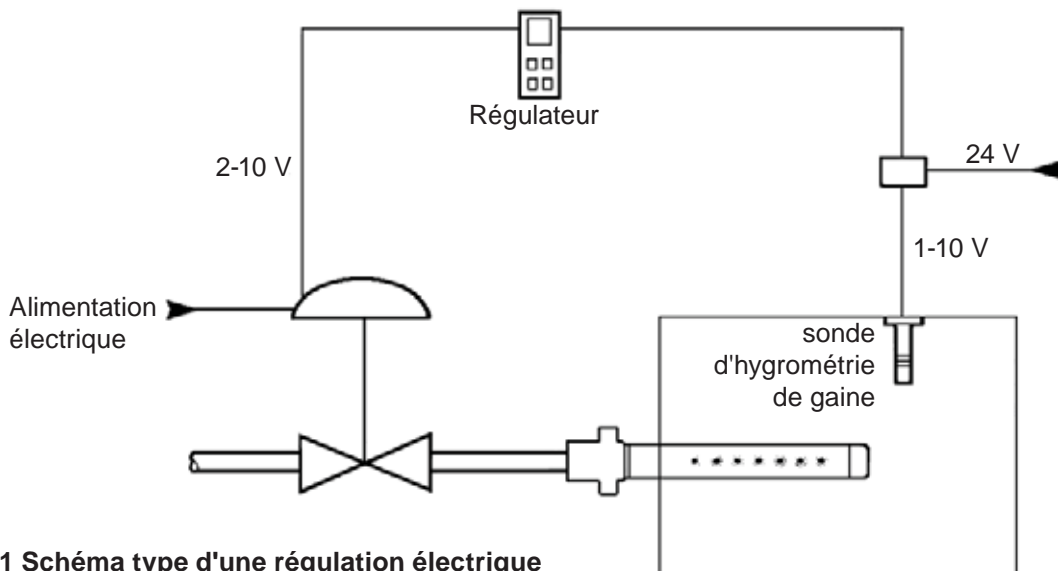

Fig. 21 Schéma type d'une régulation électrique
3.11.4 La Figure 21 montre une installation avec servomoteur électrique typique.